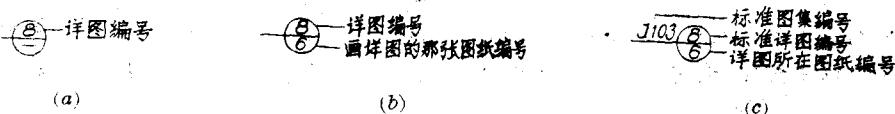

图2 详图表示法
详图有的与有关的图画在同一张图纸上，有的则画在不同的图纸上。为了使详图与有关的图前后呼应，查对方便起见，凡是图上某一部分或某一构件另有详图说明的地方，应注上详图索引标志。如所索引的详图在本张图纸上时，表示方法如图2-a所示；如所索引的详图不在本张图纸上时，则表示方法如图2-b所示。标志中的数字“8”是指详图编号，“6”是指第8号详图画在第6号图纸上。详图的标志用外细内粗的双圆圈作记号，例如⑧，其中数字“8”仍表示详图编号，即第8号详图。也可画成⑨，其中“8”仍表示第8号详图，“4”表示第8号详图用在第4号图纸上。
当索引的详图采用标准详图时，则表示方法如图 2-c 所示。